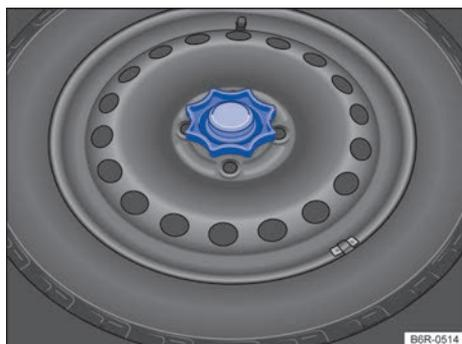

Fig. 118 En el maletero: manivela para fijación de la rueda de emergencia.
- Girar totalmente la manivela ubicada en el medio de la rueda de emergencia → fig. 118 en sentido antihorario y desmontar la rueda de emergencia.